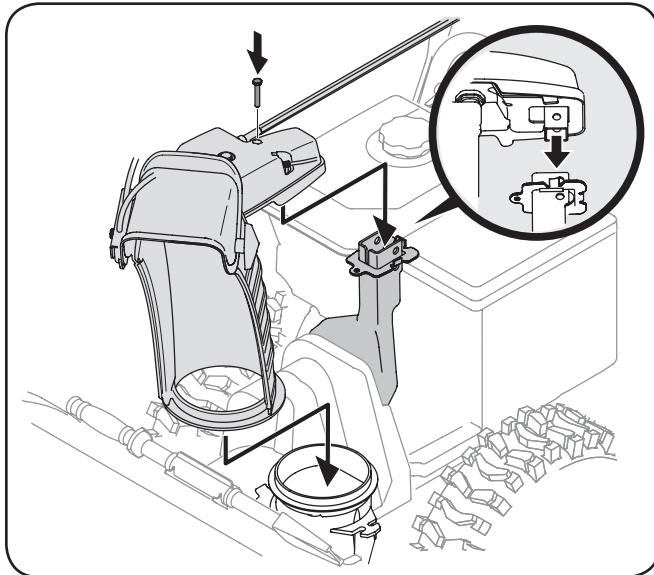

Figura 3-8
3. Lugar en la tolva de base y garantizar la varilla hexagonal está situado bajo el asa del panel. Instalar el perno hexagonal previamente eliminado, pero no seguro con tuerca de mariposa en este momento. Vea la Figura 3-8.